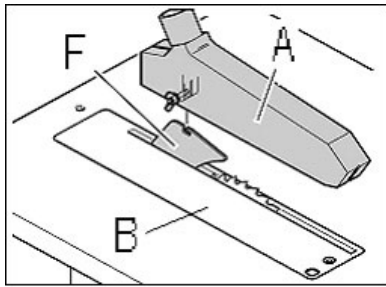

Рис.16
Закрепите защитный кожух пильного диска (А, Рис.16) с помощью 1 винта с плоской головкой, 1 шайбы и 1 барашковой гайки на расклинивающем ноже (F).